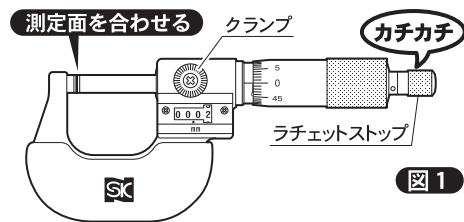

図1
- ①アンビル・スピンドルの測定面を脱脂し、グラスペーパーなどで拭き取って異物が付着していない状態にして下さい。
- ②クランプを回してゆるめ、ラチェットストップを持ってシムブルを回し、測定面を合わせます。測定面が合ってから、ラチェットが『カチカチ』と鳴った所から1回転半~2回転程回し、停止して下さい。 **図1**